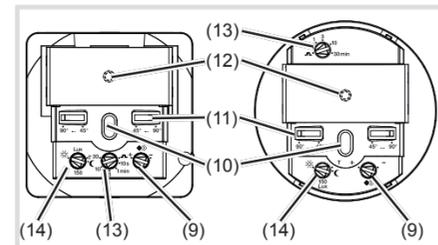
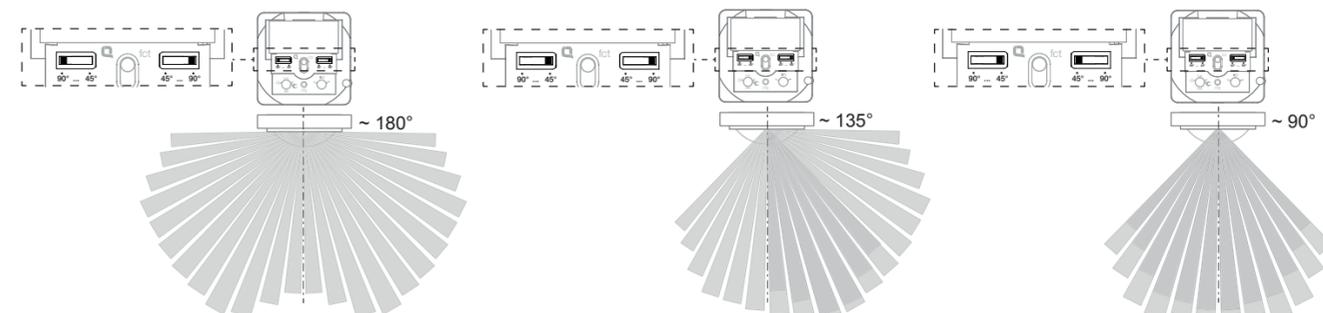

Bild 5: Bedien- und Einstellelemente des Aufsatz-Unterteils
Bild 8: Einstellung des Erfassungswinkels
I Soll die Inbetriebnahme über Handsender erfolgen, das Potentiometer Ansprechhelligkeit (Bild 5, 14) auf Position T einstellen und anschließend Designabdeckung aufrasten.
Der Erfassungswinkel kann für die rechte und für die linke Seite je Einsteller (Bild 5, 11) zwischen 45° ... 90° eingeschränkt werden. Somit kann der Erfassungswinkel zwischen 90° und 180° liegen (Bild 8).
- Testbetrieb einstellen. Hierzu Potentiometer Ansprechhelligkeit (Bild 5, 14) auf Position T stellen.
- Potenziometer Ansprechhelligkeit (Bild 5, 14) in die gewünschte Position drehen.
- Potentiometer Nachlaufzeit (Bild 5, 13) in die gewünschte Position drehen.
- Potentiometer Nachlaufzeit (Bild 5, 13) in die Position drehen.
- Potentiometer Empfindlichkeit (Bild 5, 9) in die gewünschte Position drehen.
- Potentiometer Ansprechhelligkeit (Bild 5, 14) in Stellung **T** bringen.